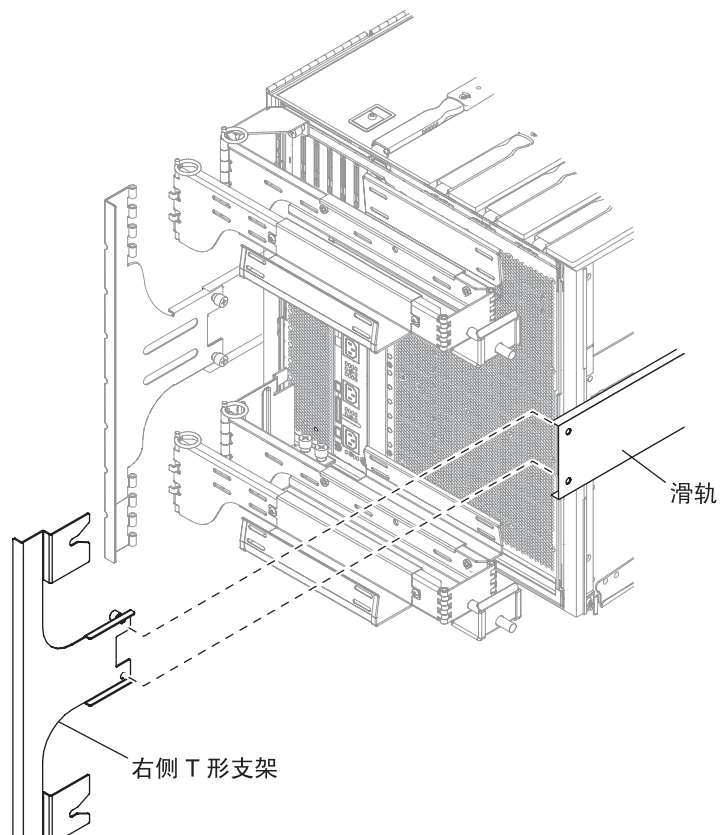

图 1-22 安装右侧 T 形支架
8. 使用两颗自持螺丝将右侧 T 形支架固定到右侧滑轨，请参见图 1-22。